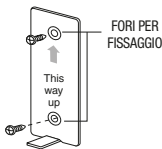

FIG. 2
2. Fissare a muro la base usando 2 tasselli forniti in dotazione. (Fig. 2)